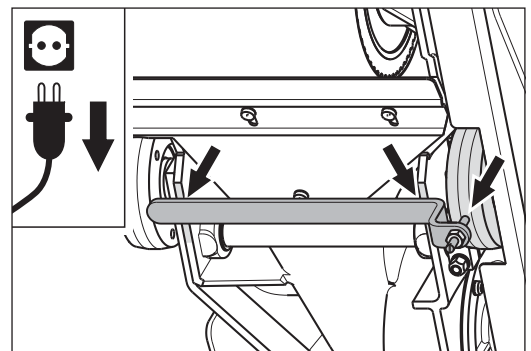
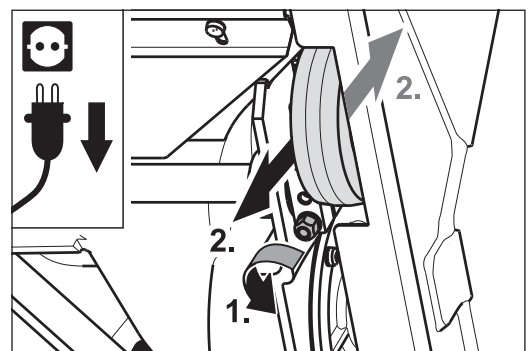

Abb. 44 Abnehmen der aktuellen Einstellung des rechten Rades (von unten betrachtet) mit Hilfe der Einstellvorrichtung.
Abb. 46 Lösen der Mutter an der rechten Radklemmung (1.) und Einstellung des Rades (2.).
- 4 Zum Einstellen nehmen Sie zunächst mit der Einstellvorrichtung (siehe Werkzeutasche) die Ist-Position des einstellbaren Rades ab. Legen Sie die Einstellvorrichtung so an das Maschinengehäuse an, dass sie sowohl beidseitig an dem Maschinengehäuse als auch an dem einstellbaren Rad anliegt (Abb. 44). Gegebenenfalls muss der Gewindestift der Einstellvorrichtung verdreht werden. Lösen Sie dafür die Mutter der Einstellvorrichtung.
- 6 Lösen Sie die Spannmutter an der Radklemmung des einstellbaren Rades (Abb. 46, 1.) und legen Sie die Einstellvorrichtung nochmals an das Maschinengehäuse an (Abb. 44).
- 7 Stellen Sie das Rad mit der Einstellvorrichtung auf die gewünschte Position ein (Abb. 46, 2.), so dass die Lauffläche des Rades bei Drehung den Gewindestift gerade noch berührt. Ziehen Sie die Spannmutter wieder fest an.